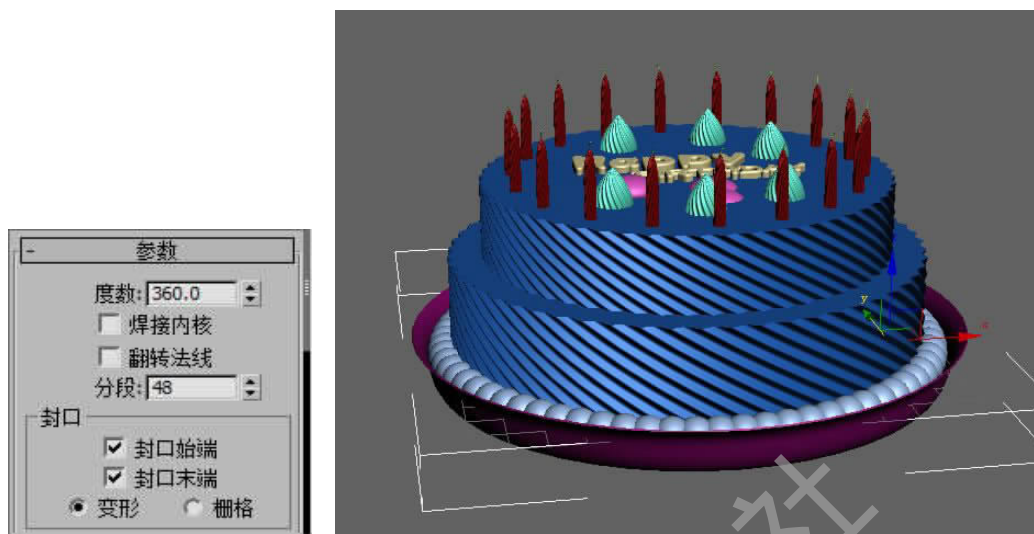

图 2-82 添加车削
Step 26. 在修改面板中选择“车削”修改器，将托盘旋转成为三维几何形体，如图 2-82 所示。